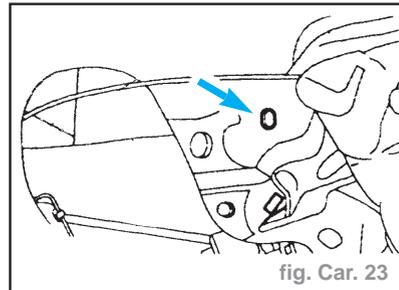

fig. Car. 23
- Aligner l'étrier de lève-vitre avec le trou d'accès (vitre électrique illustrée). (fig. Car. 23)